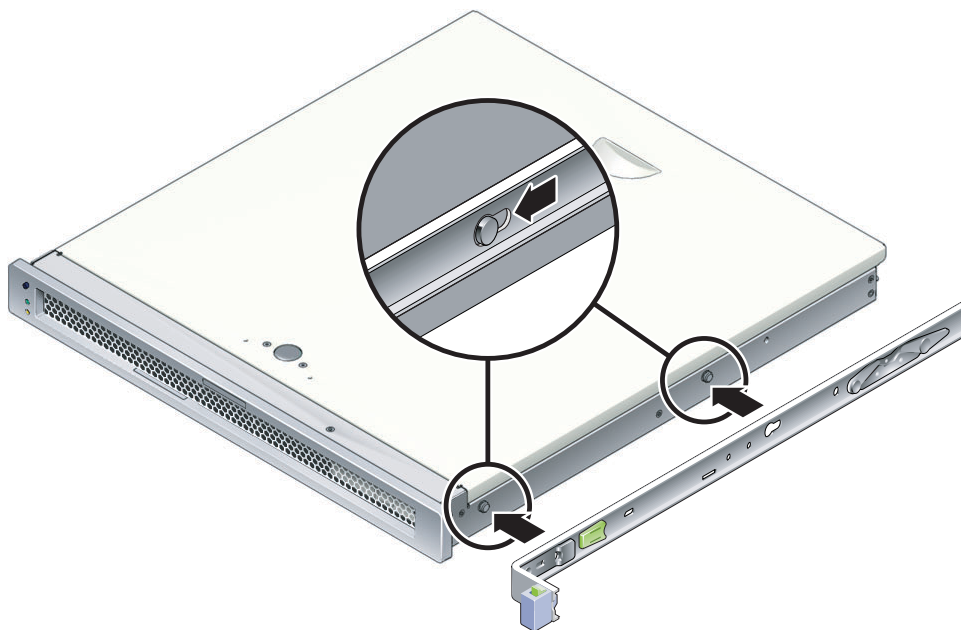

图 2-3 将安装托架连接到机箱
- a. 根据服务器机箱（图 2-3）调整安装托架的位置，使滑轨锁位于前部，并使安装托架上的两个齿状开孔与机箱侧面的两颗定位钉对齐。
- c. 检验两个定位钉是否落入齿状开孔内，并检验前部定位钉是否与安装托架锁咬合（图 2-3）。